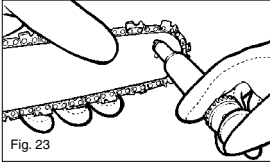

Fig. 23
3. Steek het naaldpunt van de oliespuit (optie) het olie vulgat in en spuit er olie in tot die aan de buitenkant van de vertanding te voorschijn komt (fig. 23).